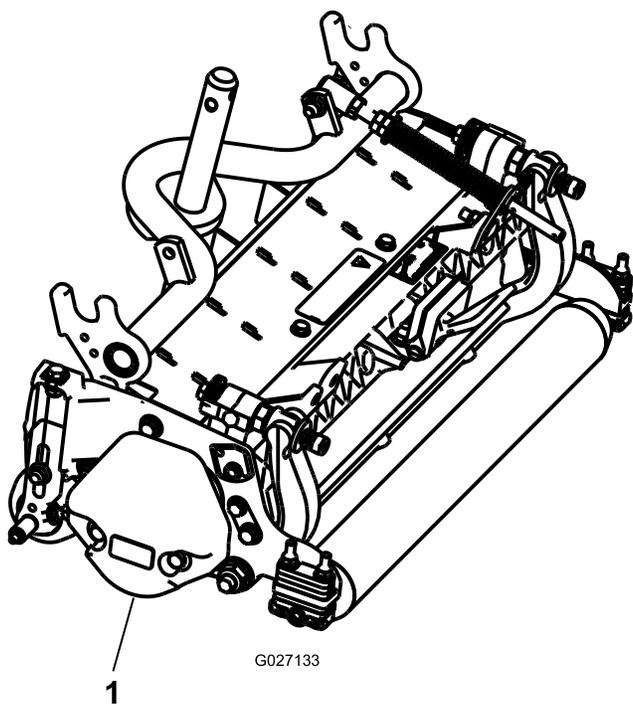

Рисунок 4
3. Убедитесь, что противовес (Рисунок 4) установлен с соответствующего конца режущего блока, как описано в *Руководстве по установке* комплекта противовеса.